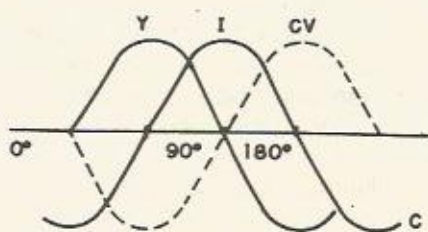

FIGURA 4
Observando as curvas da figura 4, vemos as relações de fase entre a voltagem aplicada, a força eletromotriz ou contra voltagem (CV) e a corrente (I) no circuito indutivo.